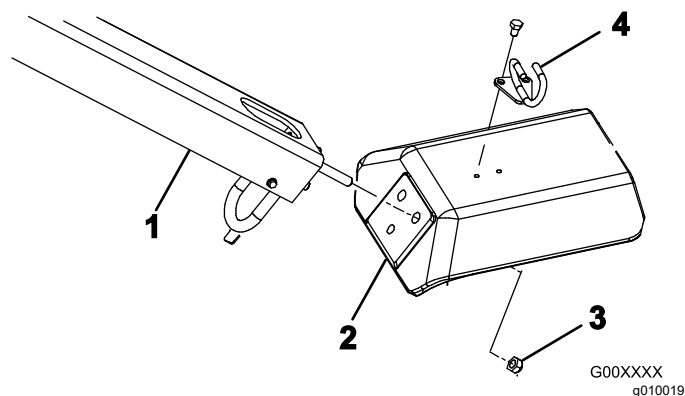

Figure 4
2. Insérez les goujons de fixation du timon dans les trous de la fourche (Figure 4).
3. Fixez les goujons sur la fourche (Figure 4) avec 3 contre-écrous (1/2").
5. Fixez le guide-câble sur le haut de la fourche (Figure 4) à l'aide de 2 boulons (5/16" x 1/2").